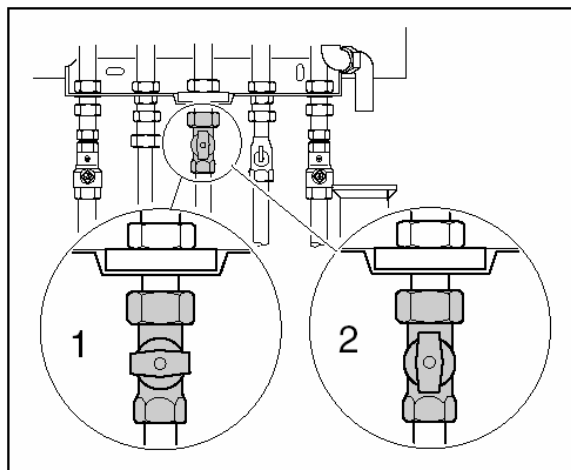

fig.23 Gaskran
- Gaskranen stängs (fig.23, pos.1).
- Gaskranen öppnas (fig.23, pos.2).
- Gaskranen under pannan stängs (fig.23, pos.1).